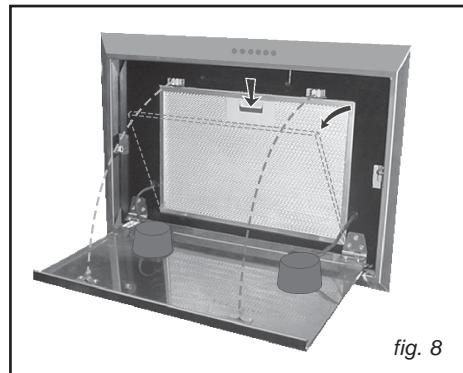

fig. 8
• Demontage des Fettfilters (Fig. 8)
Metallpaneel zum Öffnen nach außen drehen (Fig. 8); Fettfilter entfernen; drücken Sie hierzu auf die Klammer und drehen Sie den Filter nach außen.